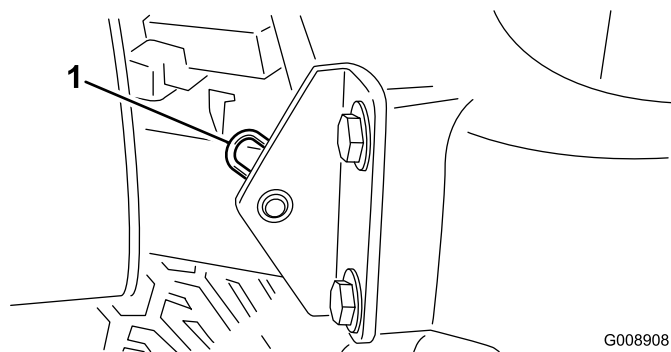

図 43
2. フードのピボット部をブラケットに固定しているコッター・ピンを抜き取る (図 43)。